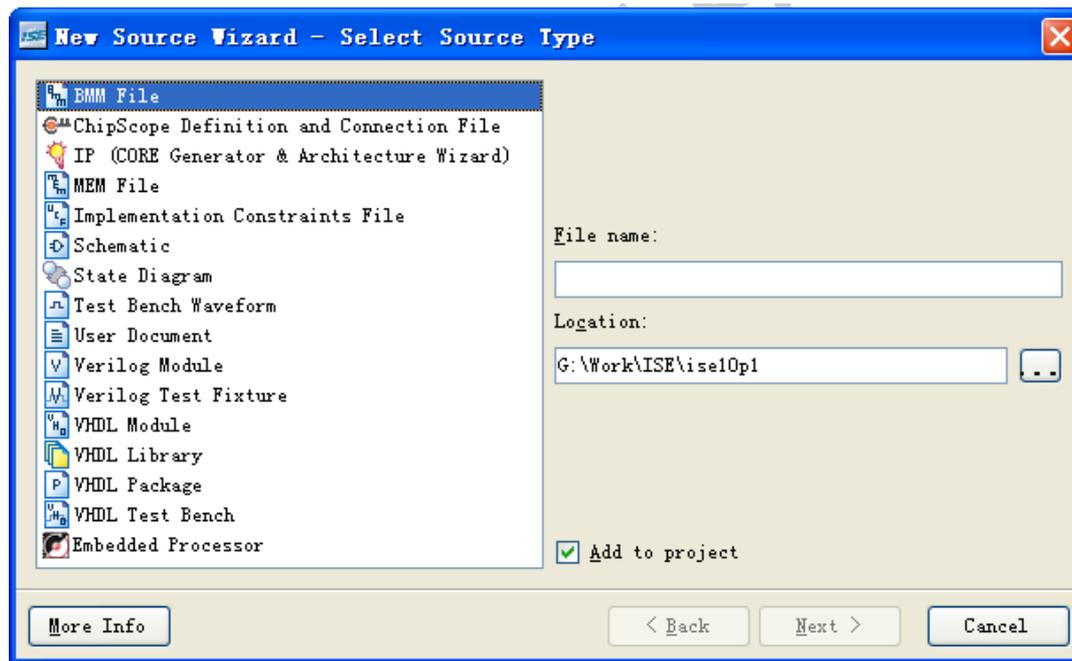

图11 新建源代码对话框
- 在工程管理区任意位置单击鼠标右键，在弹出的菜单中选择“New Source”命令，会弹出如图11所示的New Source对话框。